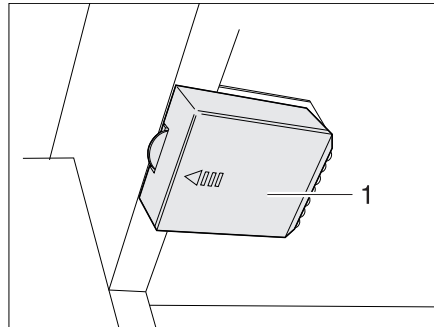

Bild 293 Kleiderschrankleuchte mit LED, Batteriefach geschlossen
- Deckel (Bild 293,1) in Pfeilrichtung aufschieben.